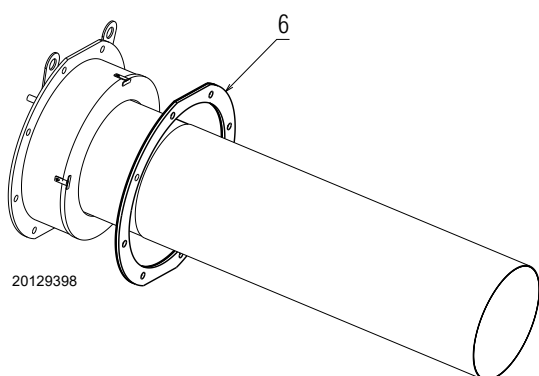

Fig. 17
- Vérifier le positionnement correct du joint isolant 6)(Fig. 17) ; la partie noire doit être tournée vers la bride brûleur et celle blanche vers le côté chaudière.